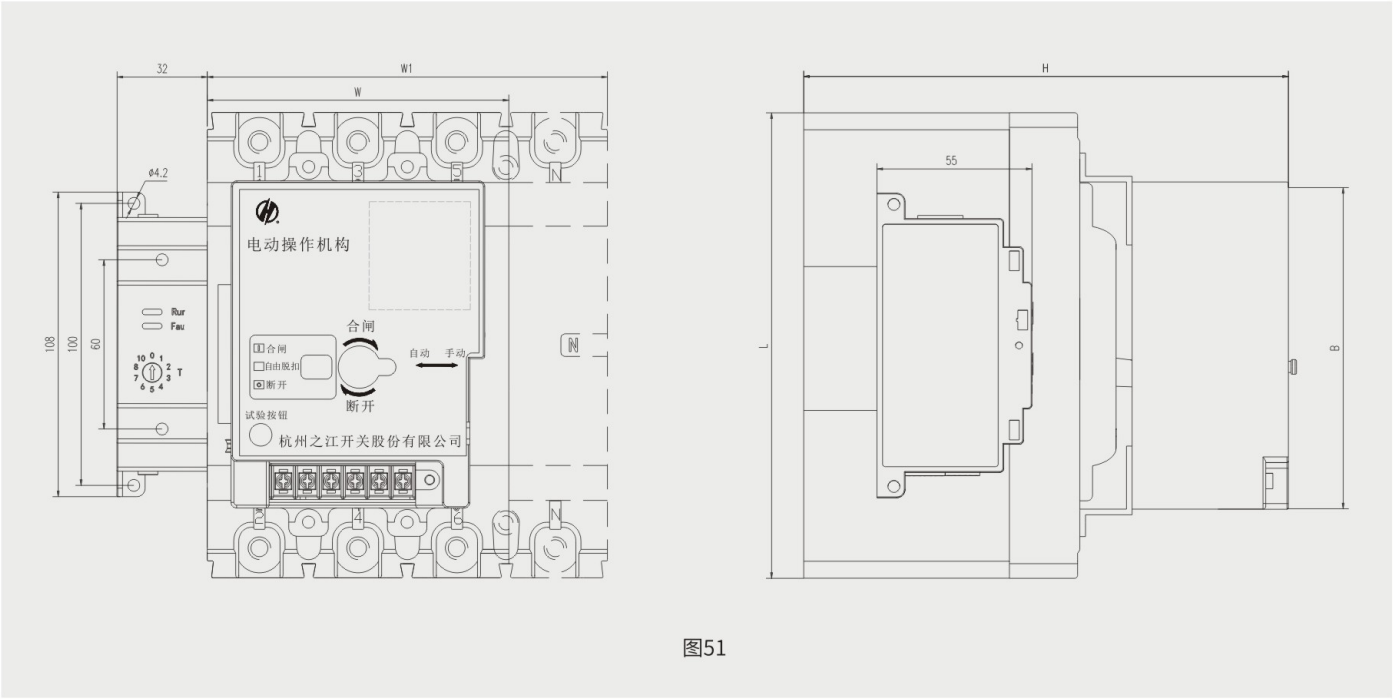

图51
7.9.2、光伏并网专用断路器外形及安装尺寸图见图51、表19